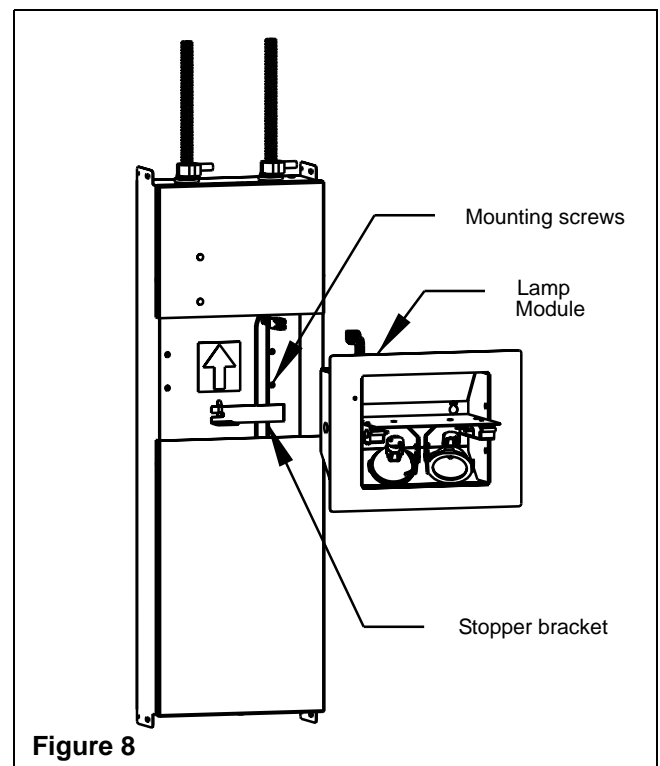

Figure 8
4. Place the two wires under the stopper bracket then slide the bracket towards the left into the slot all the way in the back-box (Figure 8).
- Place the two wires under the stopper bracket then slide the bracket towards the left into the slot all the way in the back-box (Figure 8).
Lamp Module Installation (Figure 8)
4. Placez les deux fils sous la butée et glissez la butée vers la gauche jusqu'au bout de la fente dans le boîtier encastré (Figure 8).
7. Placez les deux fils sous la butée et glissez la butée vers la gauche jusqu'au bout de la fente dans le boîtier encastré (Figure 8).
Installation du module de lampes (Figure 8)